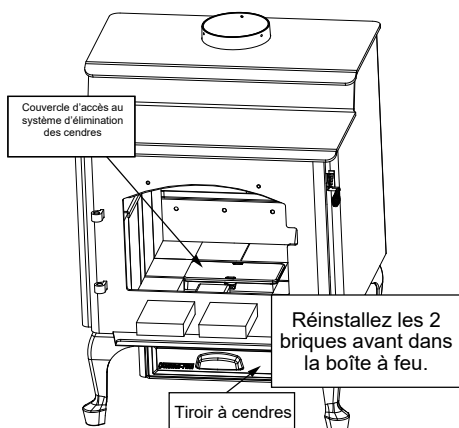

Figure 24.4
- Remettez les 2 briques en place (**Figure 24.4**).
- Installez le couvercle d'accès à l'ARS à l'intérieur de la rainure située à l'intérieur de la boîte à feu (**Figure 24.4**).